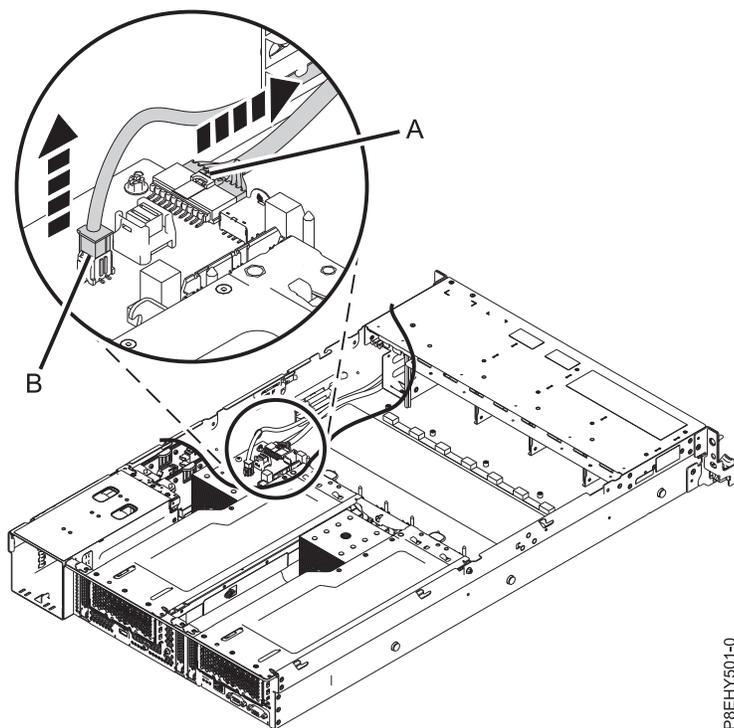

図 65. システム・バックプレーンとディスク・ドライブおよびファン・カードからの前面 USB ケーブルおよび電源スイッチおよびケーブルの取り外し
5. コネクタのラッチ・リリースを押して、前面 USB ケーブル **(A)** を切り離します。58 ページの図 65を参照してください。
6. コネクタのラッチ・リリースを押し、システム・バックプレーンから電源スイッチおよびケーブル (B) を切り離します。 図 65を参照してください。